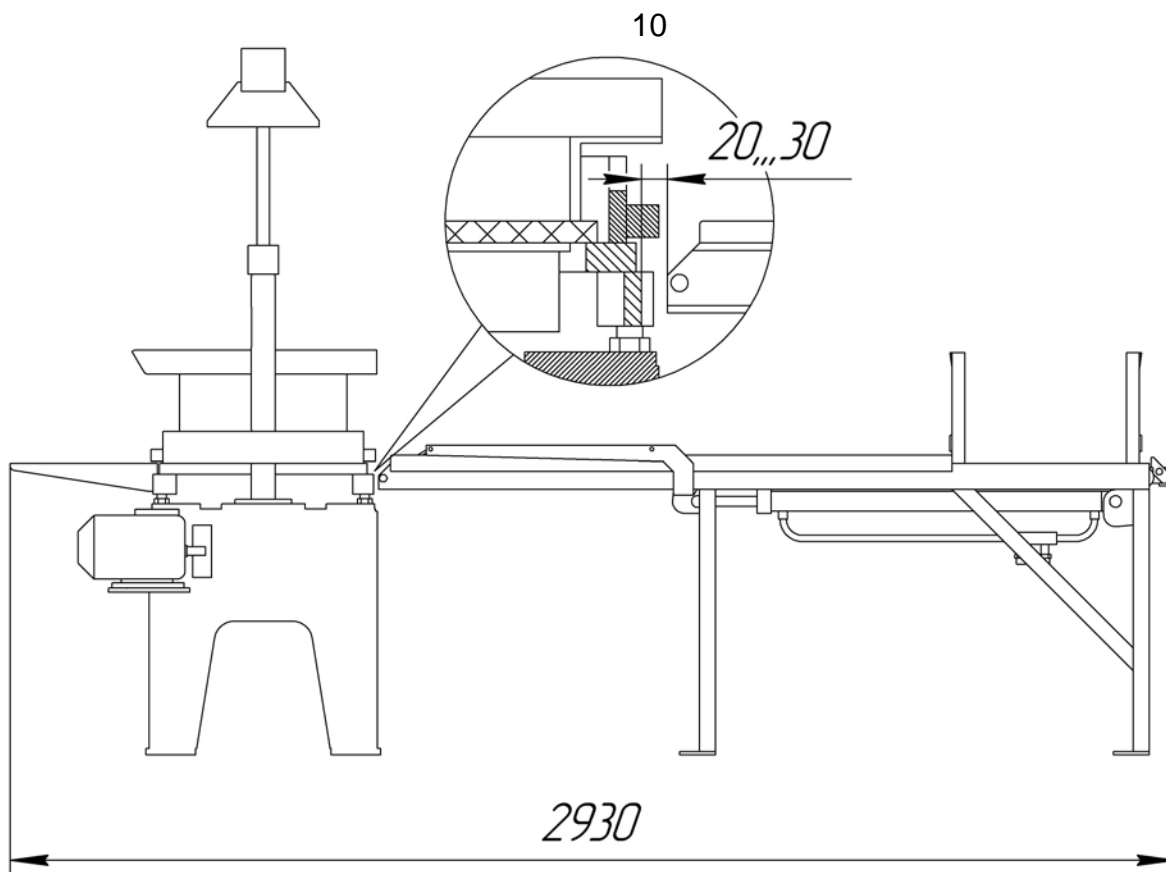

Рисунок 5. Монтаж модуля подачи поддонов к вибропрессу «КОНДОР».
4.2. Порядок монтажа модуля подачи поддонов к вибропрессу (рисунок 5):